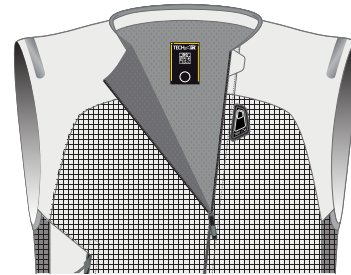

Abbildung 10
Um das System abgeschaltet zu belassen, halten Sie den Aktivierungsreißverschluss (1) offen, wie in Abbildung 10 dargestellt. Bewahren Sie das System immer in diesem Zustand auf, während es gelagert, transportiert oder versandt wird (siehe Abschnitt 14 „Reinigung, Lagerung und Transport“).